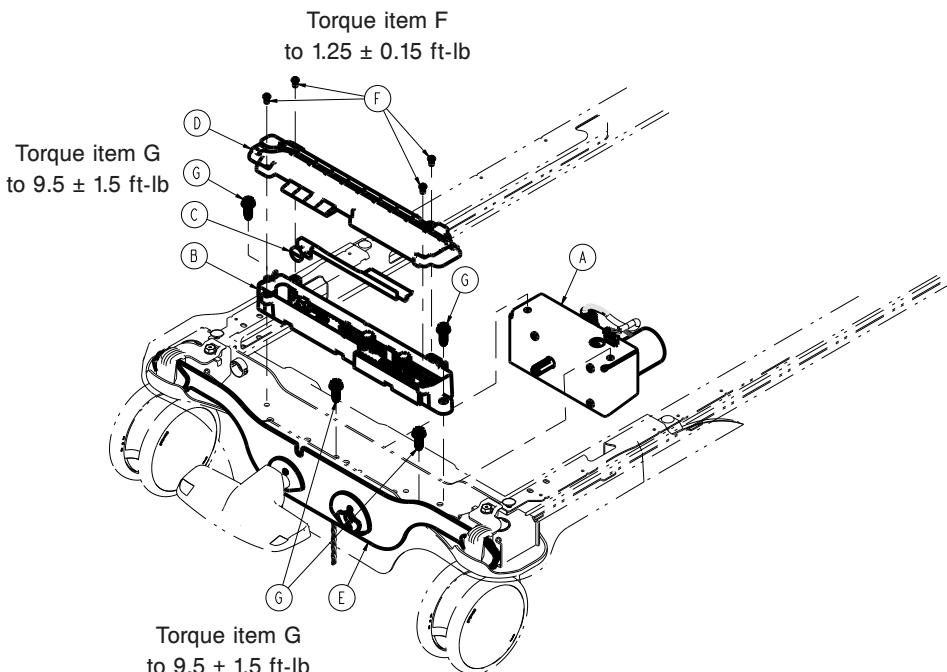

Figure 34 – Freins électriques en option
6. À l'aide d'un tournevis Torx T10, retirer les quatre vis (F) qui fixent le boîtier supérieur de la carte de commande des freins (D) à l'ensemble du boîtier de la came de frein (Figure 34). Retirer et conserver le boîtier supérieur. Conserver les vis.
10. À l'aide d'une clé à cliquet et d'une douille de 1/2 po, retirer les deux boulons (G) qui fixent l'ensemble du boîtier de la came de frein au châssis de la base (Figure 34). Conserver les boulons.
10. À l'aide d'une clé à cliquet et d'une douille de 1/2 po, retirer les deux boulons (G) qui fixent l'ensemble du boîtier de la came de frein (B) au châssis de la base (Figure 34). Soulever pour l'éloigner.
11. À l'aide d'une clé à cliquet et d'une douille de 1/2 po, retirer les deux boulons (G) qui fixent l'ensemble du moteur de frein (A) au châssis de la base (Figure 34). Tirer l'ensemble du moteur vers le côté pieds pour le retirer.